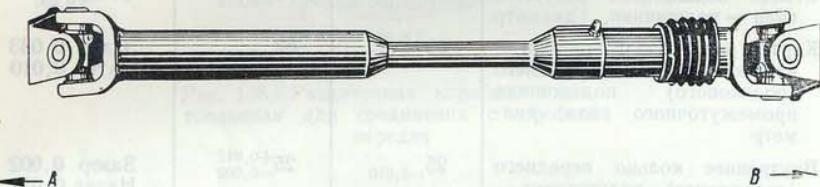

Рис. 140. Карданный вал переднего моста:
Передача крутящего момента к ведущим мостам осуществляется трубчатыми карданными валами (рис. 140, 141) открытого типа, каждый из которых имеет подвижное шлицевое соединение и по два карданных шарнира на игольчатых подшипниках.
1. Установить крестовину и вилки шарниров так, чтобы пресс-масленки шлицевого соединения и крестовины, расположенной у моста, размещались в одной плоскости и по одну сторону от оси вала, а масленка крестовины противоположного конца вала — на 90° против часовой стрелки (рис. 140).